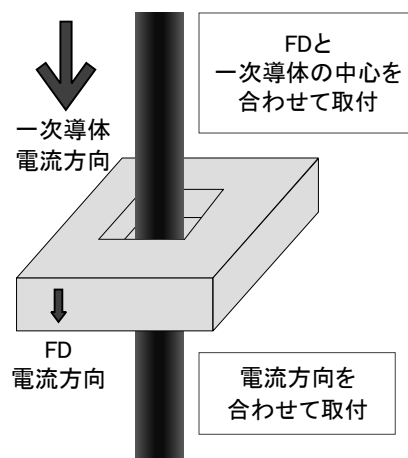

図 11. FD の取付
- (1) FD は一次導体の直線部分に取り付けて下さい。貫通穴中心を一次導体の中心に合わせて設置して下さい(図 11)。